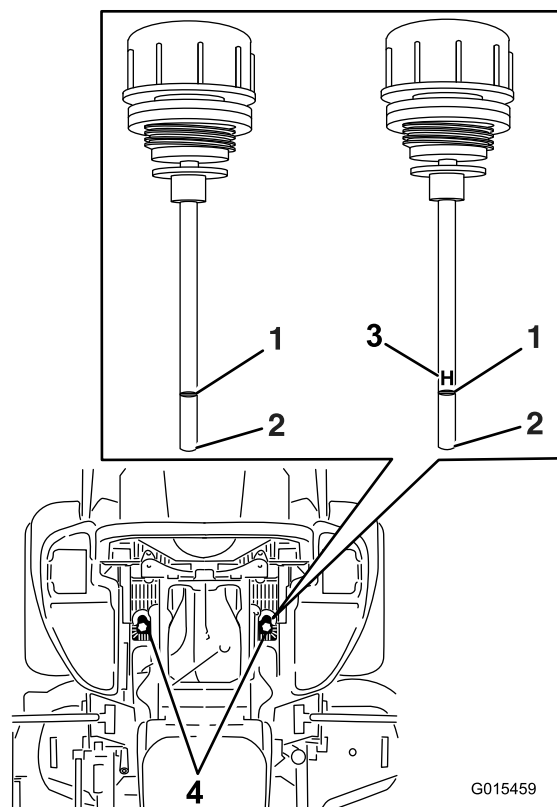

Figure 84
6. Nettoyez la surface autour des jauges des réservoirs du système hydraulique (Figure 84).
7. Sortez la jauge du réservoir hydraulique (Figure 84).
9. Ressortez la jauge et examinez l'extrémité (Figure 84). Si le niveau d'huile est au repère minimum, versez lentement la quantité d'huile qui convient dans le réservoir hydraulique pour faire monter le niveau jusqu'au repère maximum(H).